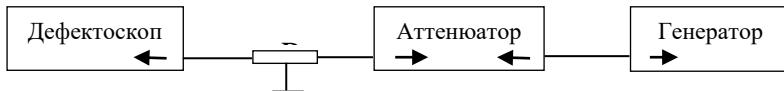

Рисунок 3.2 – Схема подключения дефектоскопа для контроля абсолютной погрешности при измерении амплитуд эхо-сигналов от дефектов
1. Собрать схему согласно рис. 3.2, где $R = 51 \text{ Ом}$ ($C2-10-0,25 - 51 \text{ Ом} \pm 0,5\%$).
1. Собрать схему в соответствии с рис. 3.2 (п. 3.3.6).